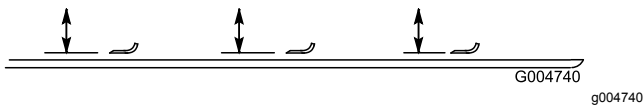

Рисунок 89
2. Поверните нож так, чтобы его концы были направлены вперед и назад, и измерьте расстояние между внутренней частью деки газонокосилки и режущей кромкой в передней части ножа (Рисунок 89).